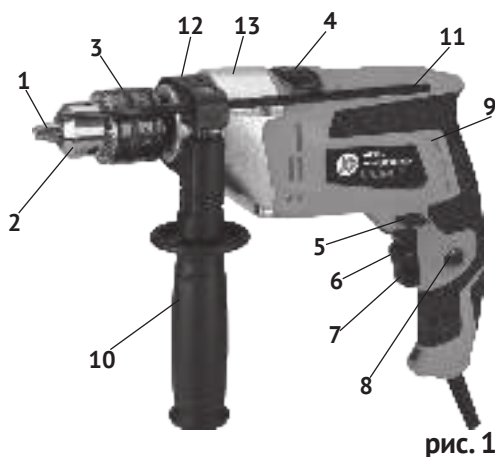

рис. 1
1.6 Общий вид дрели представлен на рис.1
1.7 Дрель состоит из коллекторного двигателя в пластиковом корпусе (рис.1 поз.9) из 2-х частей (левой и правой) и редуктора, расположенного в металлическом корпусе (рис.1 поз.13). Крутящий момент с якоря электродвигателя через шестерню, передаётся на шпиндель, соосный с двигателем.
На резьбу (1/2") шпинделя крепится сверлильный патрон (рис.1 поз.1-3).
1.8 Клавиша выключателя (рис.1 поз.7) расположена в передней части рукоятки. На клавише установлен диск регулятора оборотов (рис.1 поз.6). С его помощью можно изменять скорость вращения шпинделя в пределах указанного интервала. Это позволяет выбрать оптимальный режим работы, в зависимости от просверливаемого материала и установленного сверла.
Над клавишей выключателя находится пластинчатый переключатель реверса (рис.1 поз.5). В нейтральном положении он выполняет функцию блокиратора клавиши от случайного включения. Символами R, L или стрелками указывается направление вращения патрона.
Сверху на корпусе дрели расположен переключатель режимов (рис.1 поз.4). Он фиксируется в одном из двух положений, отмеченных символами: «сверло» - сверление, «молоток» - сверление с ударом. В режиме «сверление с ударом» включается ударный (храповый) механизм, придающий сверлу осевой импульс небольшой амплитуды, но высокой частоты.
- вращением обоймы патрона (рис.1 поз.3) против часовой стрелки, развести кулачки патрона (рис.1 поз.1) на расстояние, необходимое для установки хвостовика выбранного сверла;
- затянуть ключом, используя поочерёдно три отверстия втулки (рис.1 поз.2), хвостовик сверла между кулачками патрона.
- вращением рукоятки (вокруг своей оси) против часовой стрелки, ослабить хомут крепления (рис.1 поз.12);
- удерживая клавишу, нажатием кнопки (рис.1 поз.8), фиксируем клавишу в рабочем положении;